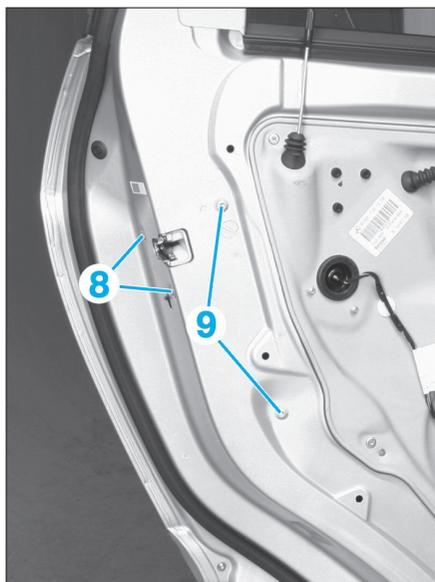

FIG. 53
- déposer le bouchon (6),
- desserrer jusqu'en butée la vis situé derrière le bouchon (6),
- tirer la poignée de porte (7) et sortir le cache (5) de la porte.
- Déposer la poignée extérieure (7) de la porte en la tirant.
- Déposer les vis (8) (Fig.53).